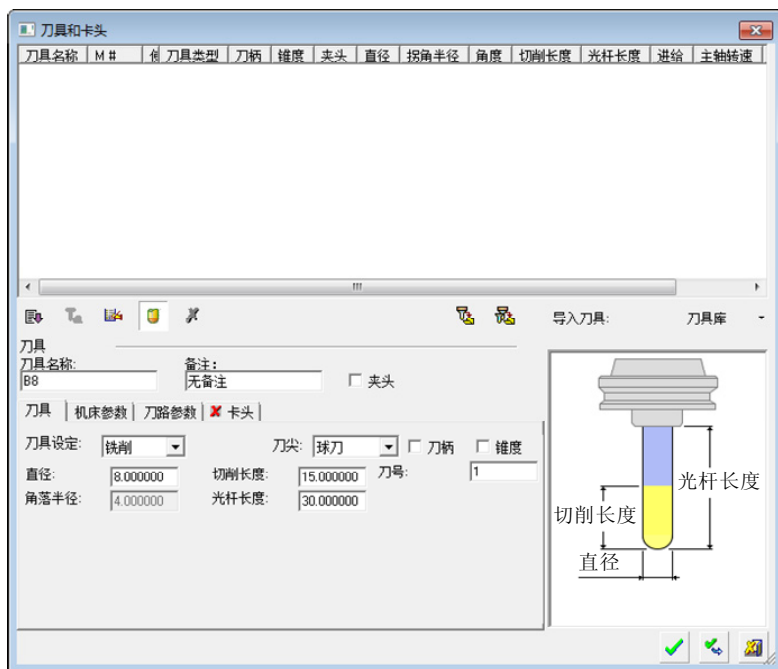

图 4-5 “刀具库”对话框
- 单击新刀具按钮 ，设置刀具参数如图 4-5 所示。依次单击确定按钮 ，完成刀具创建。